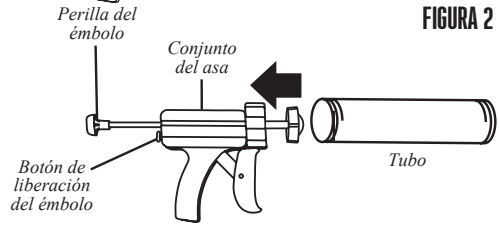

FIGURA 2
3. Presione el botón de liberación del émbolo y tire de la perilla del émbolo hacia atrás hasta que esté en la posición completamente retraída (**Figura 2**).